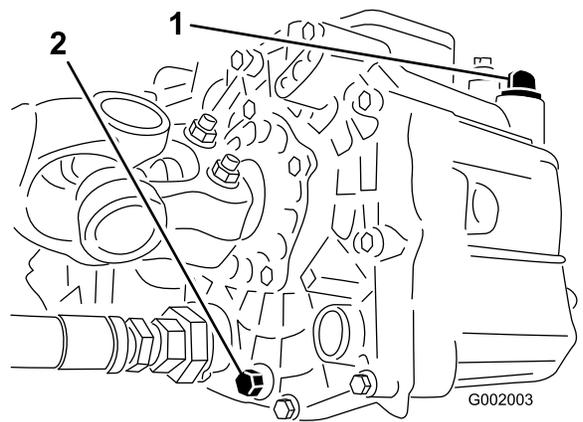

Bild 56
3. Nehmen Sie die Ablassschraube an der Seite des Behälters ab und lassen Sie das Hydrauliköl in die Auffangwanne ablaufen (Bild 56).